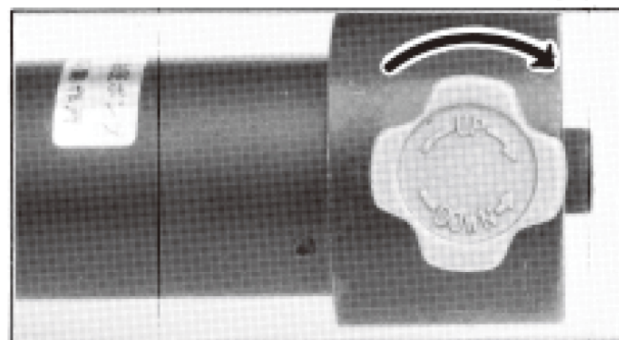

図 2
3.2 戻しハンドルを右(→UP→)にいっぱいまわします。(図2)